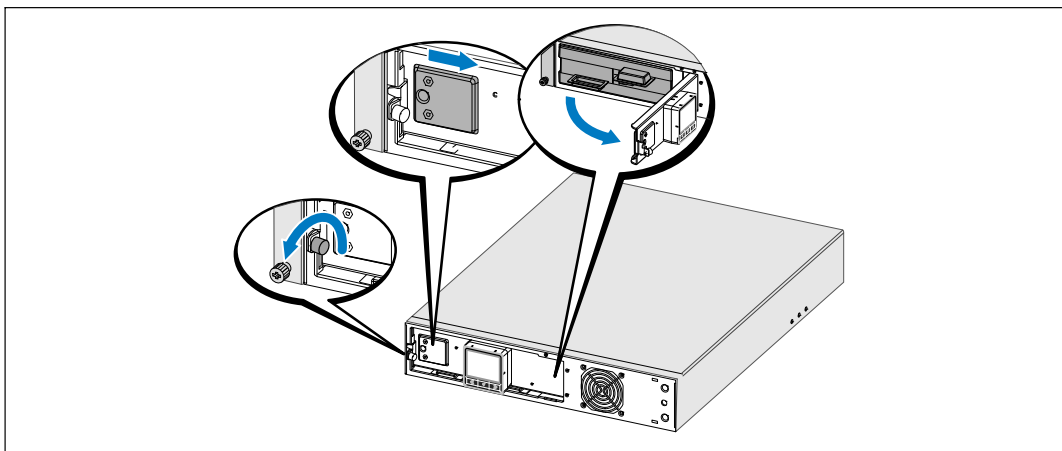

Рис. 20. Открытие металлической крышки батарей
- 2 Ослабьте винт на металлической крышке батарей, отодвиньте крышку вправо и откройте (см. Рис. 20).